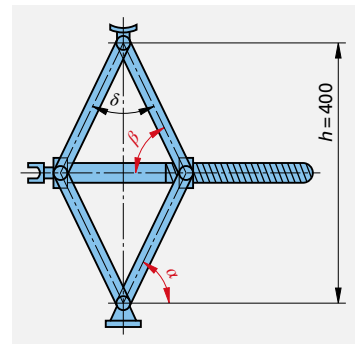

Bild 3: Wagenheber
- Wagenheber (Bild 3).** Die maximale Höhe eines Wagenhebers beträgt $h = 400$ mm. Die Schere hat dann oben einen Öffnungswinkel von $\delta = 50^\circ$. Wie groß sind die Winkel α und β ?